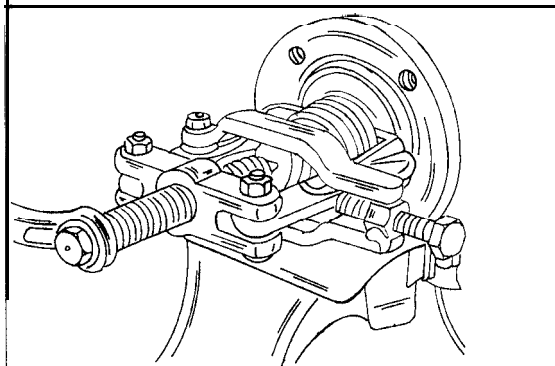

Bild 274
her heruntergezogen werden. Dieser besitzt die in Bild 274 gezeigte Form. Ein Druckstück (2) muss aufgelegt werden, um die Radnabe nicht zu beschädigen. Der Zahnkranz verbleibt auf der Radnabe.